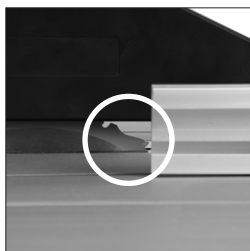

Fig. 39
- Pas de achterkant van de schulpgeleider voorplaat aan en breng hem in lijn met de voorkant van het zaagblad. **(Fig. 39)** Deze instelling maakt speling mogelijk voor het materiaal terwijl het door het zaagblad passeert. Hierdoor zal het gezaagde materiaal zijwaarts kunnen bewegen, weg van het zaagblad, met weinig risico van ongeacht welke binding of terugschieten.